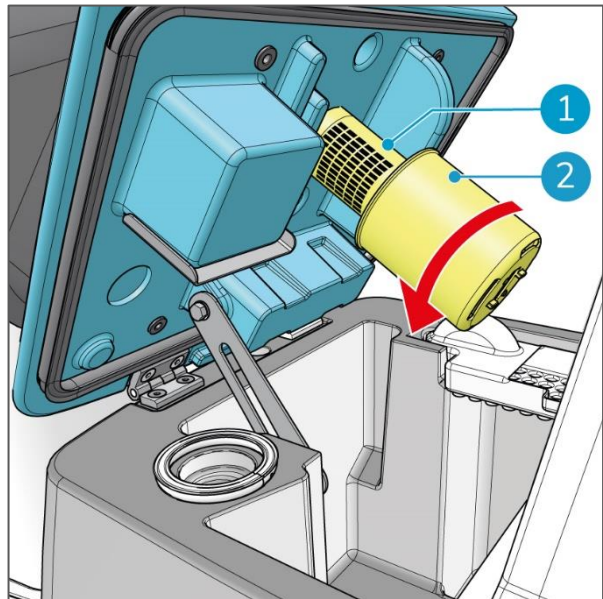

Figura 48
1. Gira en sentido antihorario el vaso amarillo Figura 48, pos. 2) del separador (Figura 48, pos. 1) para quitarlo.